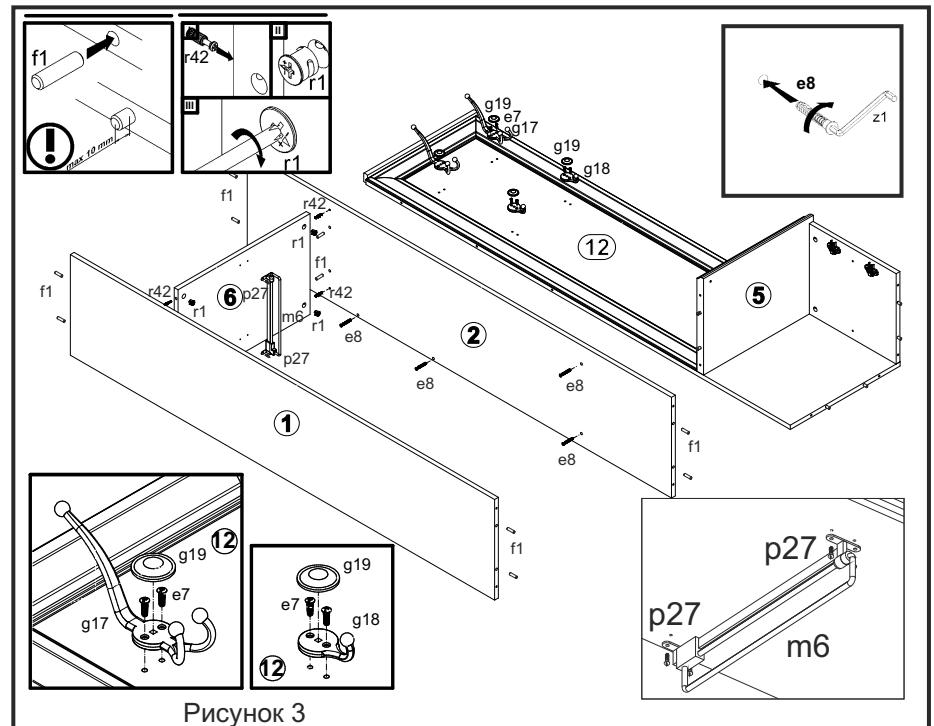

Рисунок 3
7. В отверстия Ø3 мм (кернения) на нижней поверхности полки соединительной 6 закрепить штангу выдвижную m6 шурупами p27 (см. рис. 3).
8. В отверстия Ø5 мм на передней поверхности щита 12 еврошурупами e7 закрепить крючки для навешивания g17, g18 и закрыть декоративными заглушками g19 (см. рис. 3).